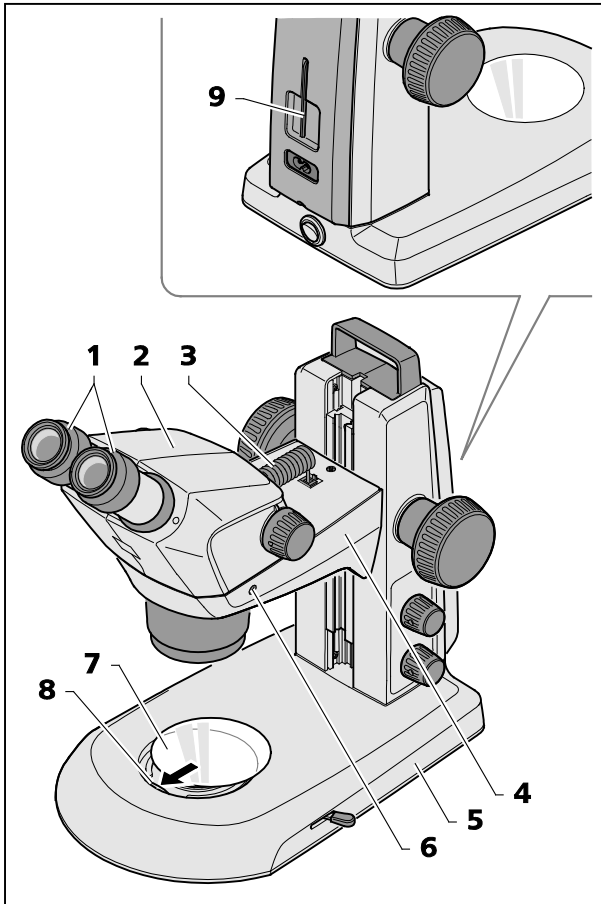

Bild 10 Stereomikroskop aufstellen
- Sofern der Stemi 305 Körper (Bild 10/2) noch nicht montiert ist, diesen in den Stemiträger (Bild 10/4) einsetzen, ausrichten und mit der Klemmschraube (Bild 10/6) fixieren.
Der passende Inbusschlüssel (Bild 10/9) befindet sich in der Halterung an der Rückseite des Gerätes.
- Sofern die zwei Okulare (Bild 10/1) noch nicht montiert sind, beide bis zum Anschlag in die Okularstutzen einstecken.
- Das mitgelieferte Anschlusskabel (Bild 10/3) in die Buchse am Stemi-Körper und in die Buchse am Stemi-Träger einstecken.
- Glasplatte oder S/W-Kunststoffplatte (Bild 10/7) in die Aufnahme im Stativfuß einlegen. Dabei die Glasplatte oder S/W-Kunststoffplatte gegen die Feder (Bild 10/8) drücken und einrasten.